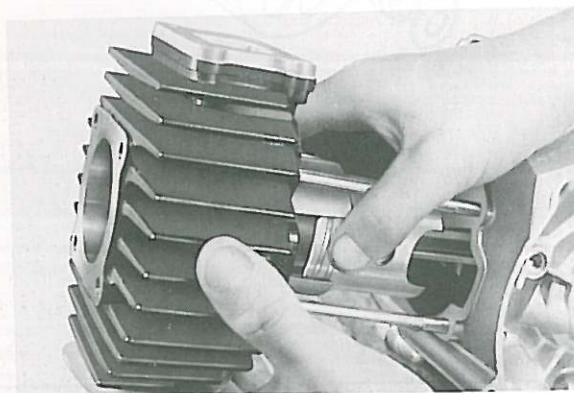

Fig. 3-4-18
2. Install cylinder with one hand while compressing piston rings with other hand. (Fig. 3-4-18)
2. Poser le cylindre en le tenant avec une main, tout en comprimant les segments de l'autre main. (Fig. 3-4-18)
2. Zylinder mit einer Hand aufsetzen, dabei gleichzeitig mit der anderen Hand die Kolbenringe zusammendrücken. (Fig. 3-4-18)